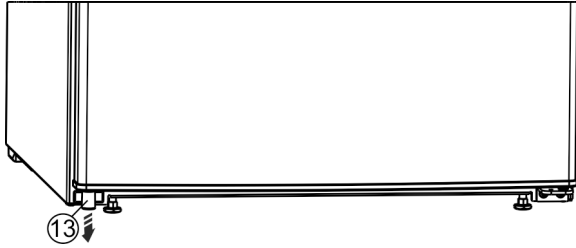

Fig. 11 *
- Retirer la butée Fig. 11 (13) de la porte en bas à gauche.*